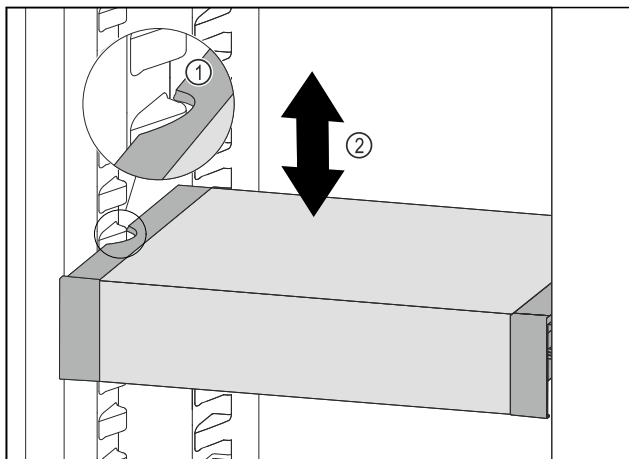

Fig. 114
- 向前移动 VarioSafe，直到 VarioSafe 两侧的凹槽与冷藏区中的容器肋梁持平。 Fig. 114 (1)
- 在冷藏区中向上或向下移动 VarioSafe，直至所需高度。 Fig. 114 (2)